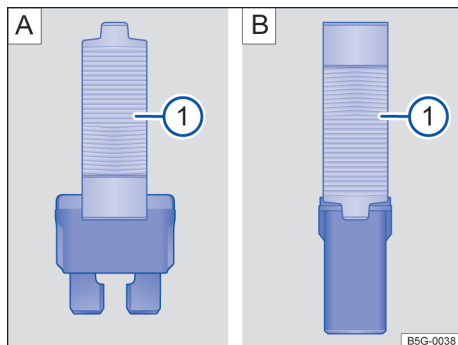

Fig. 161 Extrair ou colocar o fusível com pinças de plástico: A Fusível encaixável plano. B Fusível tipo bloco.
- Conforme o caso, retire as pinças de plástico → Fig. 161 ① situadas na cobertura da caixa de fusíveis correspondente.
- Em função do tipo de fusível, desloque as pinças correspondentes → Fig. 161 [A] ① ou → Fig. 161 [B] ① lateralmente sobre o fusível.
- Se o fusível estiver queimado, substitua-o por um novo da *mesma* amperagem (de igual cor e gravação) e do *mesmo* tamanho → ①.